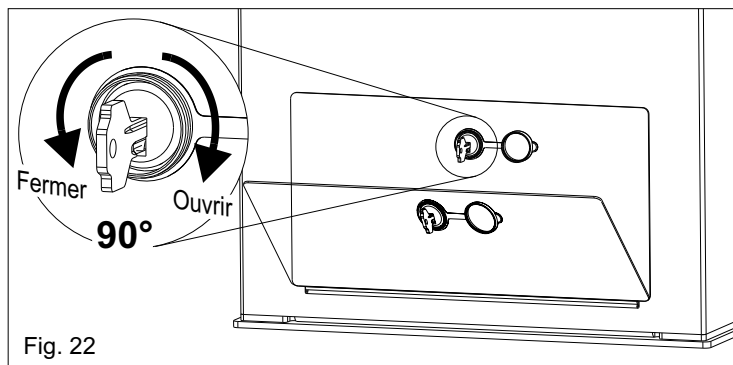

Fig. 22
- Ouvrir le couvercle de la serrure, insérer la clef et la tourner dans le sens des aiguilles d'une montre de 90° (Fig. 22).
- Remettre le couvercle et le fermer en tournant la clé de 90° dans le sens inverse des aiguilles d'une montre (fig. 22).